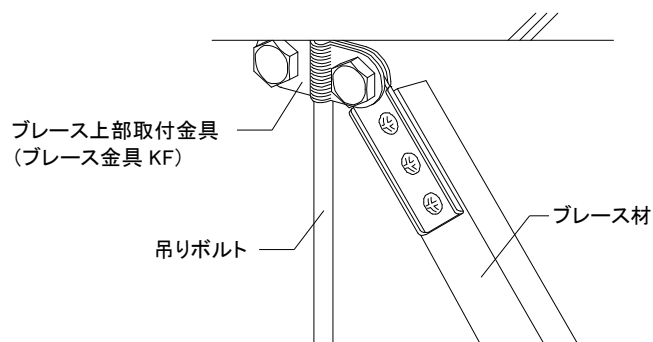

図 2-7-2 ブレース上部取付詳細②
- ・「ブレース金具KF」を使用する際は、ブレース材の背側に計3本ビス固定する。(図 2-7-2 参照)